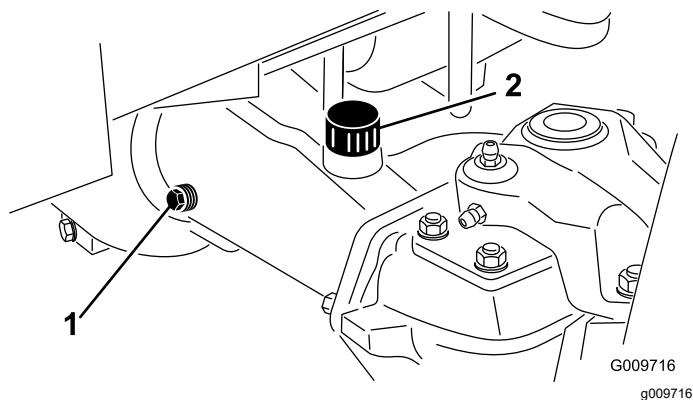

図 106
2. アクセルの一方の端部から点検用プラグを抜き、穴の高さまで潤滑油があることを確認する 図 106。